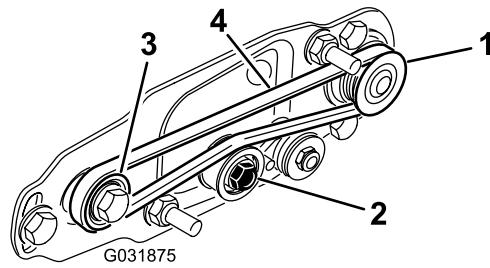

Figura 26
- Avvolgete la cinghia intorno alla puleggia motrice e successivamente intorno alla parte superiore della puleggia tendicinghia (Figura 26).
- Avviate la cinghia sulla puleggia condotta (Figura 26).